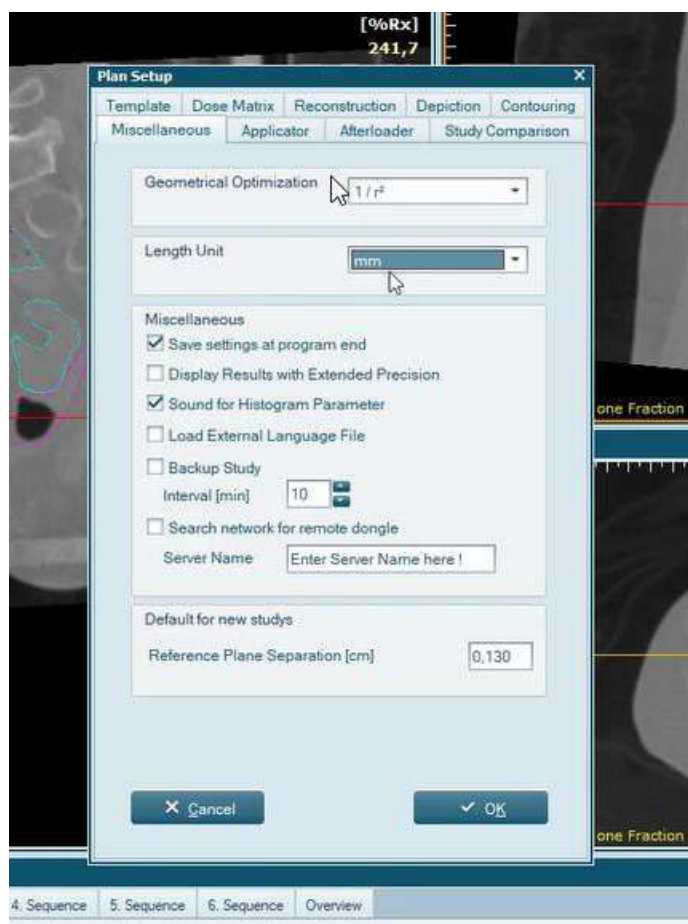

Figura 3 Sezione *Impostazione del piano*, in *Varie*, l'unità di misura della lunghezza
2. Altrimenti, nella sezione *Impostazione piano*, alla voce *Varie*, assicurarsi che l'*unità di misura della lunghezza* sia impostata su centimetri (fare riferimento alla Figura 3). Una volta effettuata questa impostazione, non si verificheranno problemi durante l'importazione di immagini CT (il passaggio 3 non è necessario).